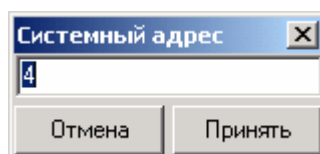

Рис. 13. Окно ввода системного адреса
3. в окне (рис. 13) ввести требуемый системный адрес и нажать кнопку **Принять**.